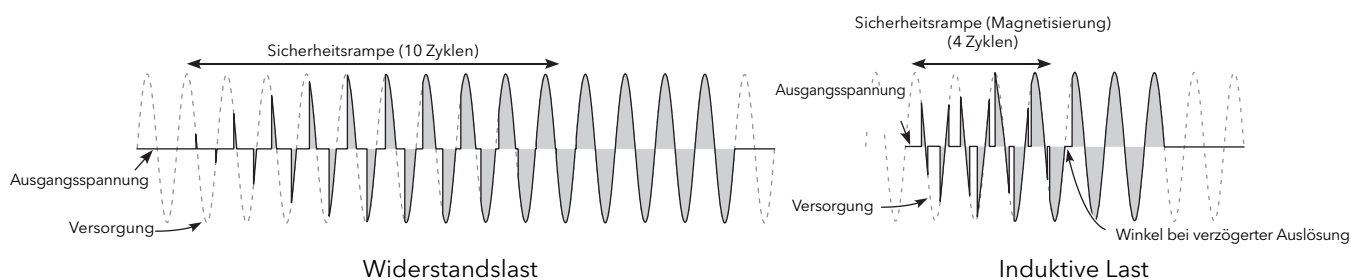

Abbildung 89 Beispiele für Sicherheitsrampen (Impulsgruppenbetrieb)
- „Safety Ramp“** Zeigt die Dauer der Sicherheitsrampe in Netzspannungszyklen (0 bis 255) an, die beim Hochfahren gilt. Die Rampe ist entweder eine Phasenanschnitt-Rampe von null zum verlangten Zielphasenanschnitt oder von 0 bis 100% bei Impulsgruppenbetrieb, siehe Abbildung 89.